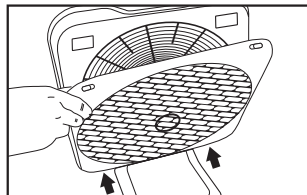

Fig. 20
- Maintenir la partie inférieure de la grille engagée en place, et repousser la partie supérieure de la grille vers l'appareil jusqu'à ce que les languettes de fixation, en haut de la grille, soient insérées (un clic se fera entendre). Voir Fig. 20